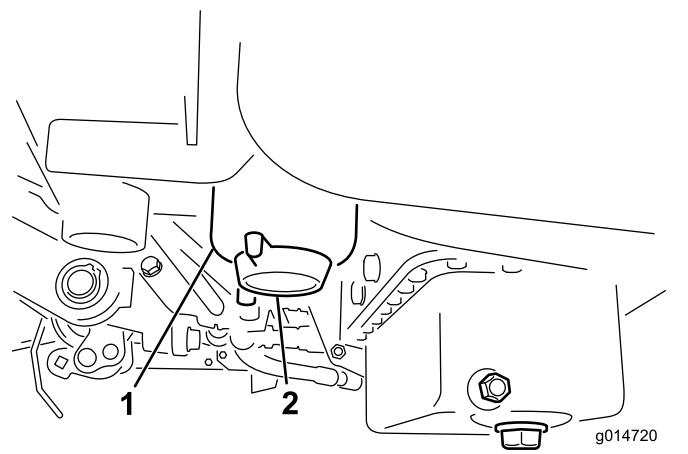

图48
- 清洁滤清器过滤筒的安装区域（图48）。
- 打开滤清器排油塞（图48）。